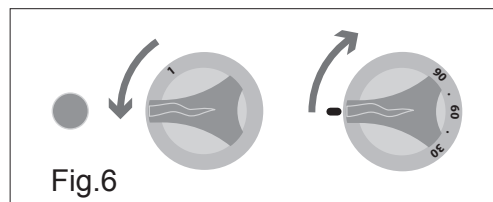

Fig.6
- Повернуть ручку включения в положение «1» Зеленый свет индикатора сигнализирует о фазе функционирования (Рис. 6).
- Для достижения рабочей температуры повернуть регулятор термостата в нужное положение (рис. 6).
Чтобы прекратить нагрев и отключить изделие после завершения эксплуатации повернуть регулятор термостата в положение «0» (рис. 6).